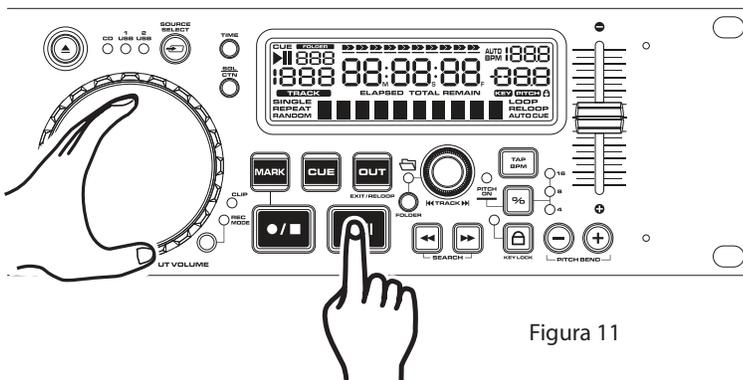

Figura 11
Questa funzione consente di scorrere una traccia per impostare un cue point o un ciclo continuo. Per utilizzare la funzione scorrimento è necessario essere in modalità Pausa. Quando in modalità Pausa, ruotare la JOG WHEEL (20) con le dita o la mano per scorrere la traccia (figura 11). Ruotando la JOG WHEEL in senso orario si effettua la ricerca in avanti del frame; ruotandola in senso antiorario si esegue la ricerca indietro. Quando si utilizza la JOG WHEEL (20) il monitoraggio (livello in cuffia) di un mixer consente di ascoltare ciò che si sta scorrendo. Dopo aver raggiunto il punto di partenza desiderato è possibile avviare la riproduzione da questo cue point (di avvio) premendo RIPRODUZIONE/PAUSA (16) come mostrato in figura 11. Quando si preme il pulsante CUE (18) il disco torna al cue point appena impostato.